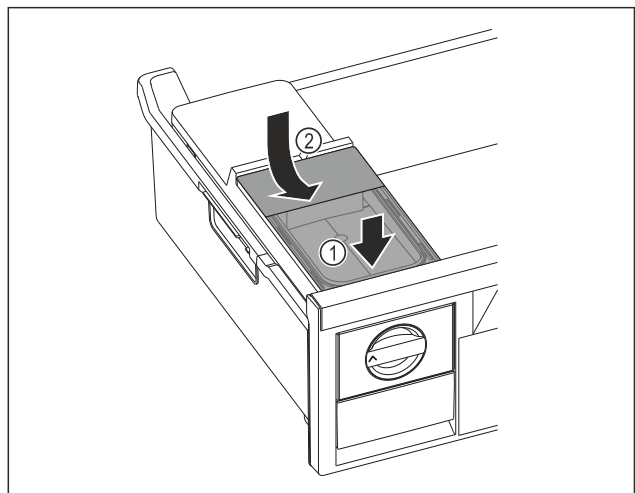

Fig. 122
- ▶ Поставете резервоара за вода отпред. Fig. 122 (1)
- ▶ Спуснете резервоара за вода отзад. Fig. 122 (2)